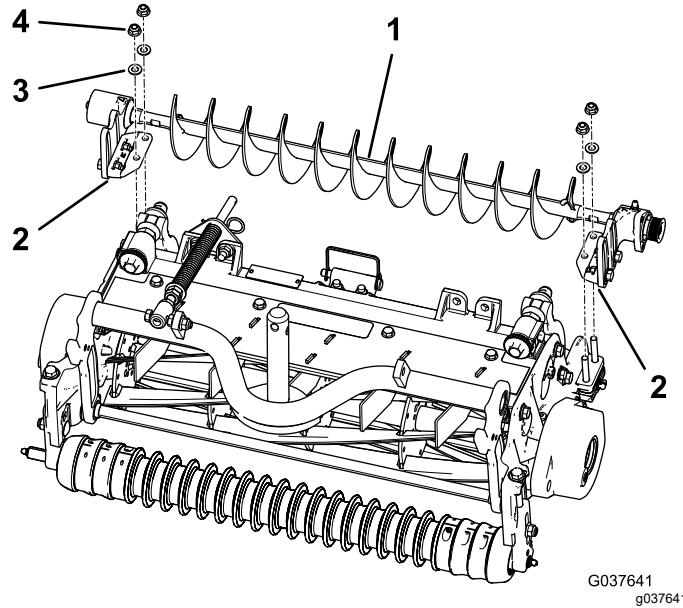

图 9
4. 将左侧或右侧的滚筒刷组件安装支架固定到滚筒支架螺栓上 图 9。